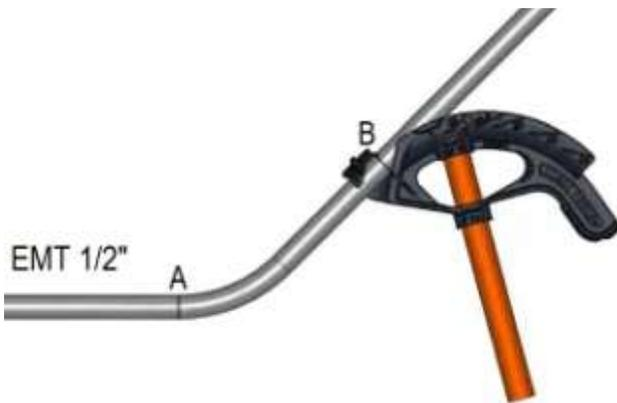

Figura 85. Colocación del doblador en la segunda marca
- Realizado el primer doblez, coloque el doblador y la tubería al revés, además oriente el extremo de la palanca o mango hacia el suelo, manteniendo equilibrada la tubería en el aire, permita que la tubería gire 180° en el doblador. Deslice la tubería hacia abajo de forma tal que la primera curva se aleje del doblador hasta que quede alineada con la segunda marca "B" con el gancho del doblador, como se puede observar en la figura 85.